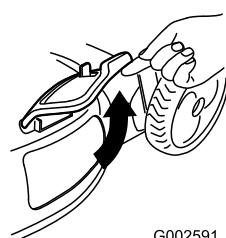

Bild 30
- Öffnen Sie die Seitauswurfklappe (Bild 30).